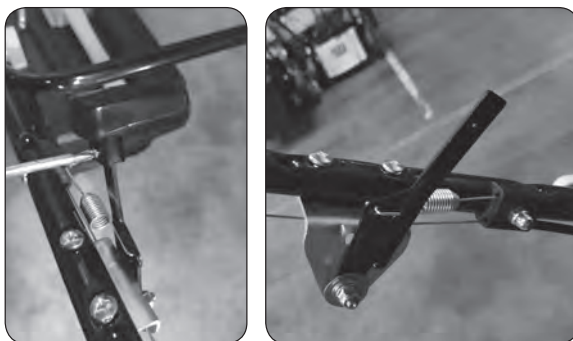

Рис. 10
- Снимите пластиковую ручку с рычага регулировки скорости хода (Рис.10).